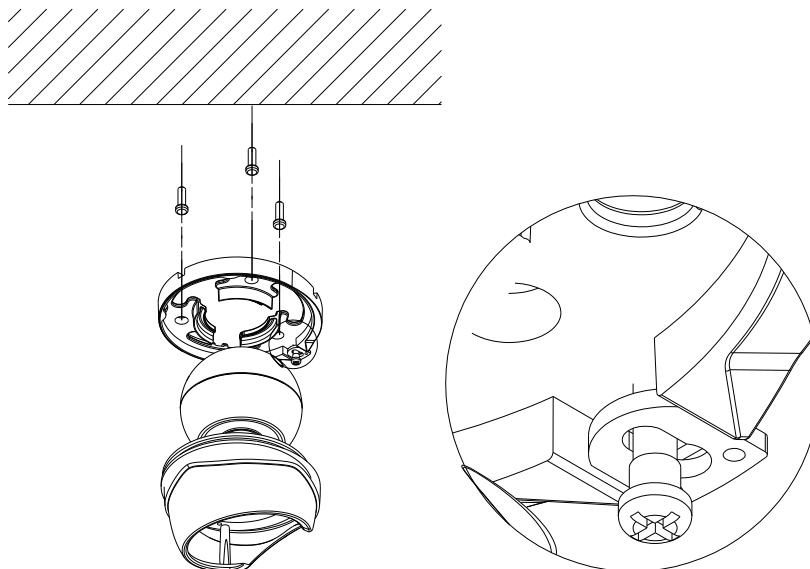

Рис. 4.4.1.1. Монтаж видеокамеры LTV-CDH-B9001L-F
4. Установите монтажное основание на поверхность и надежно зафиксируйте саморезами, как показано на рис.4.4.1.1.